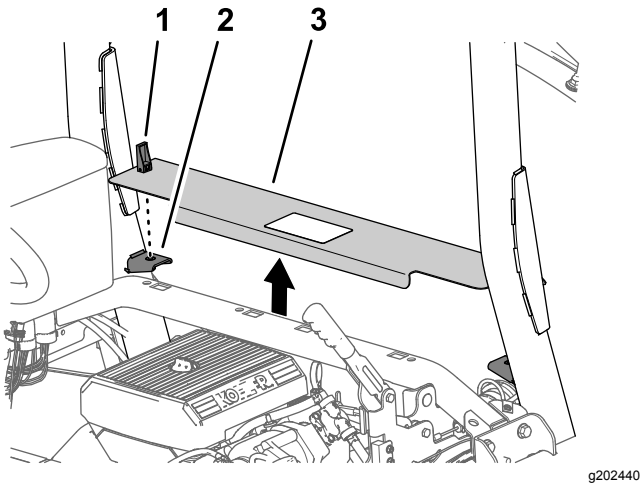

Figura 7
1. Ruotate verso l'alto le maniglie per i fermi del pannello di accesso del motore (Figura 7).
2. Sollevate il pannello di accesso del motore e rimuovetelo dalla macchina (Figura 7).